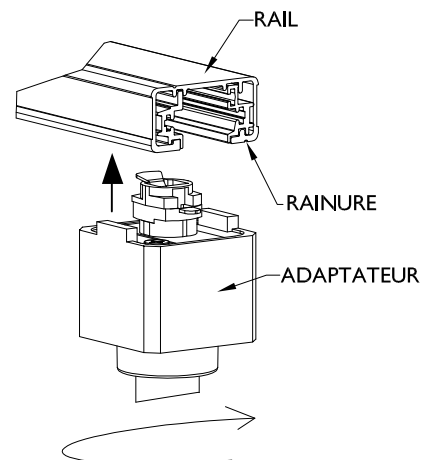

FIG. 4
1. Aligner l'ADAPTATEUR sur le RAIL, de la façon illustrée à la FIG. 4.